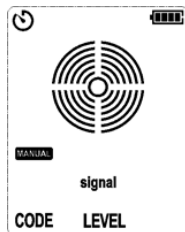

Abbildung 10.2.3a Kein Signal erkannt
1. Schalten Sie den Empfänger ein und drücken Sie AUTO/MANUAL, um in den manuellen Modus umzuschalten, wie in Abbildung 10.2.3a dargestellt.